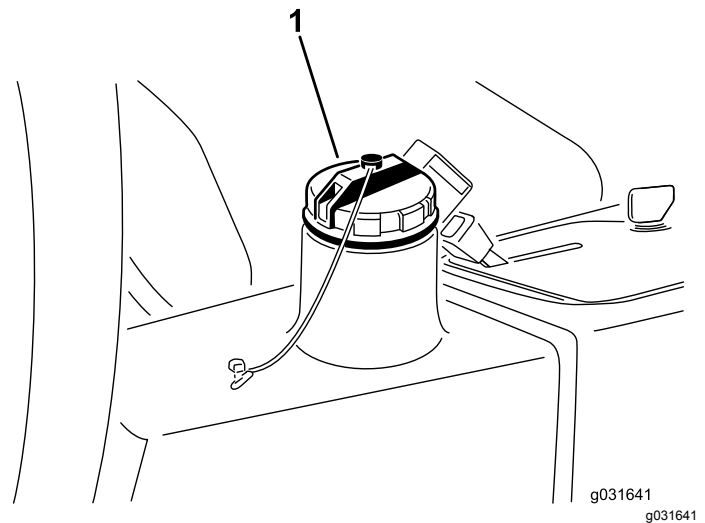

Figura 60
4. Llene el depósito (Figura 60) con aproximadamente 13.2 litros (3.5 galones US) de fluido hidráulico; consulte Especificación del fluido hidráulico (página 51) y Comprobación del nivel de aceite hidráulico (página 51).